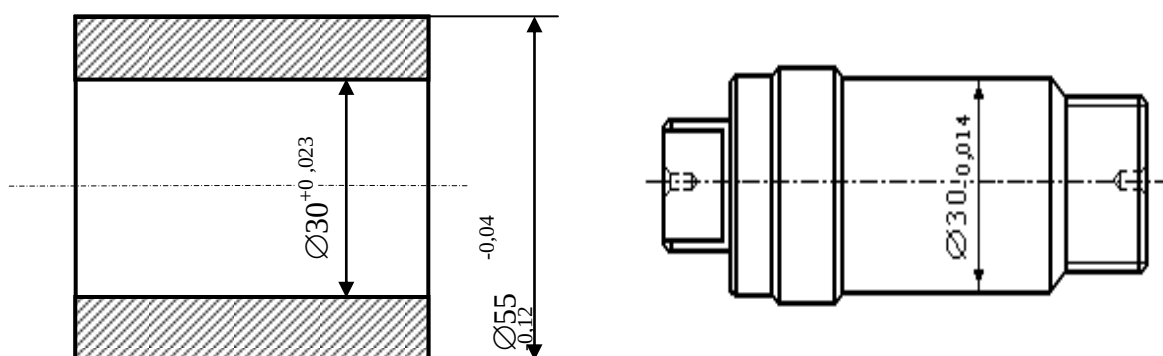

Рисунок 3.31
8. Для чистового обтачивания наружной поверхности втулки $\varnothing 55_{-0,12}^{-0,04}$ мм, имеющей центральное отверстие $\varnothing 30_{+0,023}^{+0,023}$ мм, спроектирована оправка с посадочной поверхностью $\varnothing 30_{-0,014}^{+0,014}$ мм. Определить погрешность базирования (рисунок 3.31).